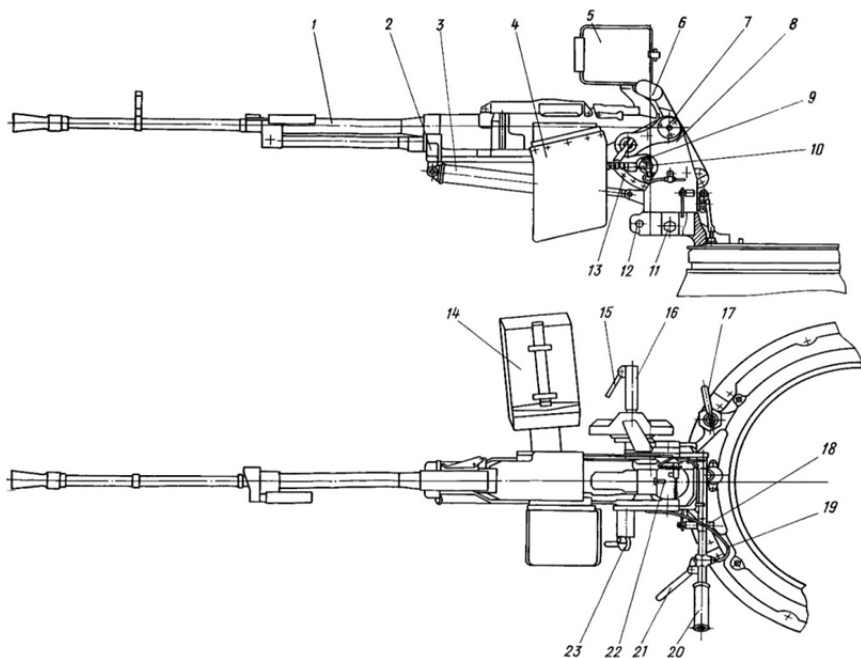

Рис. 2.23. Зенитно-пулеметная установка:
- снять со стопора 17 (рис. 2.23) средний погон и повернуть установку стволом вперед;
Для снятия пулемета с установки необходимо застопорить люльку и вынуть чеку 9 (см. рис. 2.23) заднего штока, сдвинув пулемет назад до выхода из направляющих пазов, поднять пулемет.